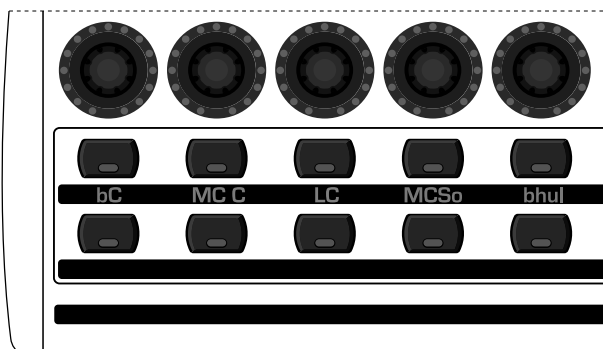

図 4.10: エミュレーションモードボタン
1. お好みのモードボタンを押し続けます (図 4.10 参照)